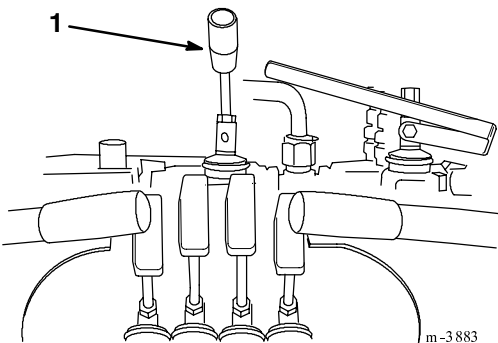

Figure 3
1. Visser le levier dans le distributeur du sélecteur de pompe (Fig. 3).